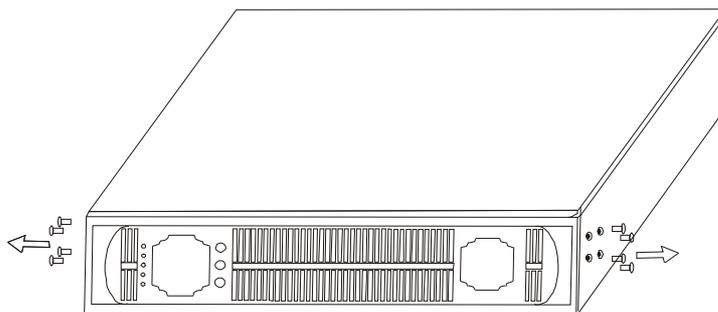

Рис.3-5
2. Снимите 4 винта M4*8 с обеих сторон ИБП (см. рис. 3-5)